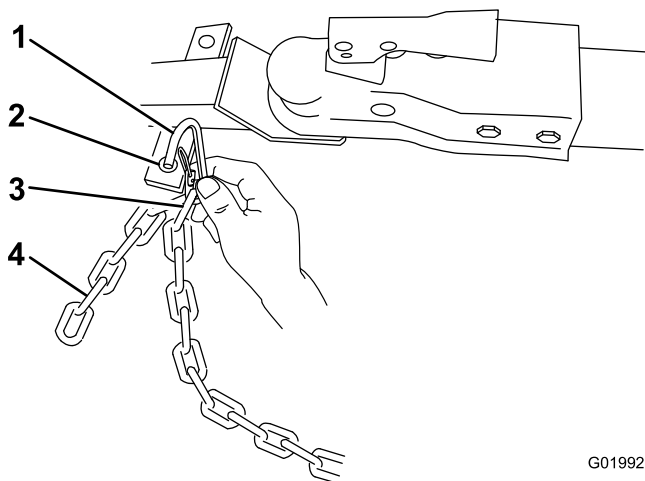

Figure 8
3. Accrochez chaque bout de la chaîne au point de montage de la chaîne de sécurité du véhicule tracteur à l'aide des maillons d'attache (Figure 8).